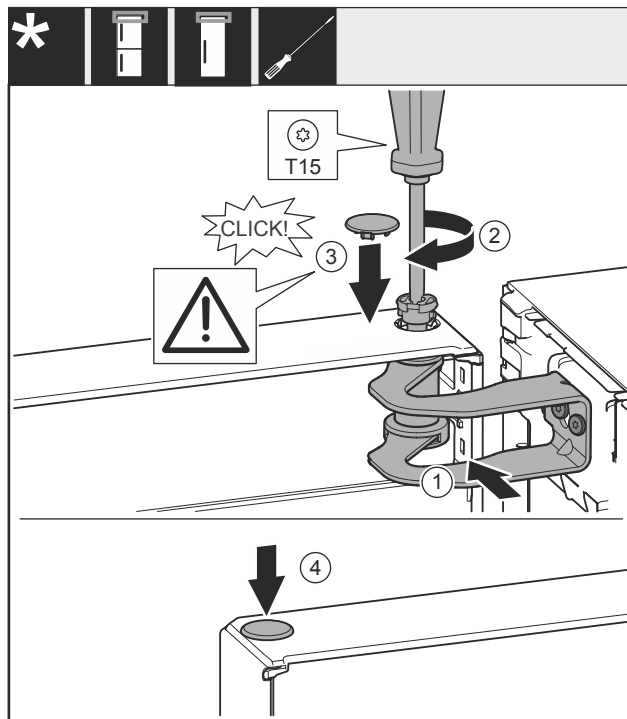

Fig. 25
- Vrata poravnajte z odprtino v ležajnem podstavku Fig. 25 (1).
- Vstavite sornik Fig. 25 (2) in ga zategnite z izvijačem.
- Vstavite pokrov Fig. 25 (3).
- Preverite, ali pokrov Fig. 25 (3) pravilno leži na vratih.
- Vstavite pokrov Fig. 25 (4).